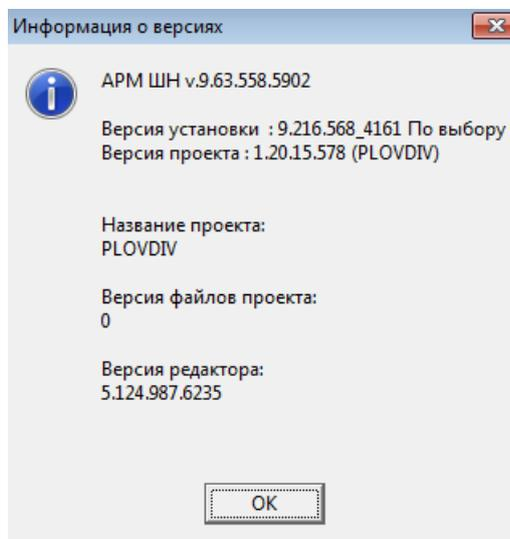

Рисунок 3.9 – Окно информации о версиях
- «О программе ...» – вывести сведения о названии проекта, а также о версиях ПО АРМ ШН, проекта и редактора, с помощью которого был сделан проект (рисунок 3.9).